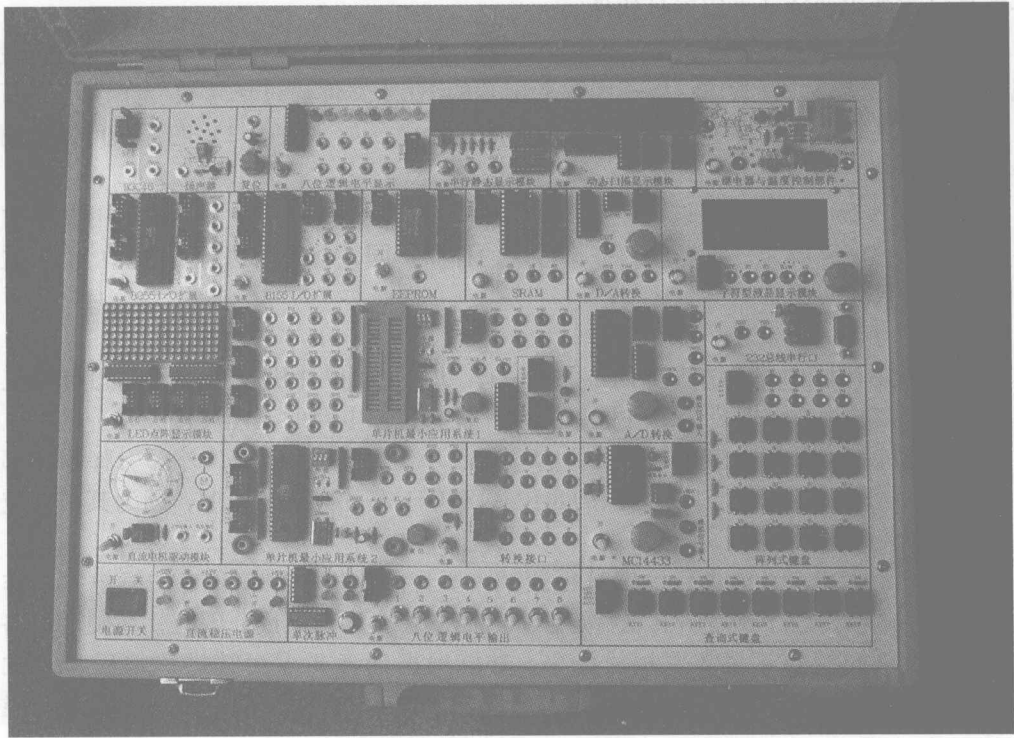
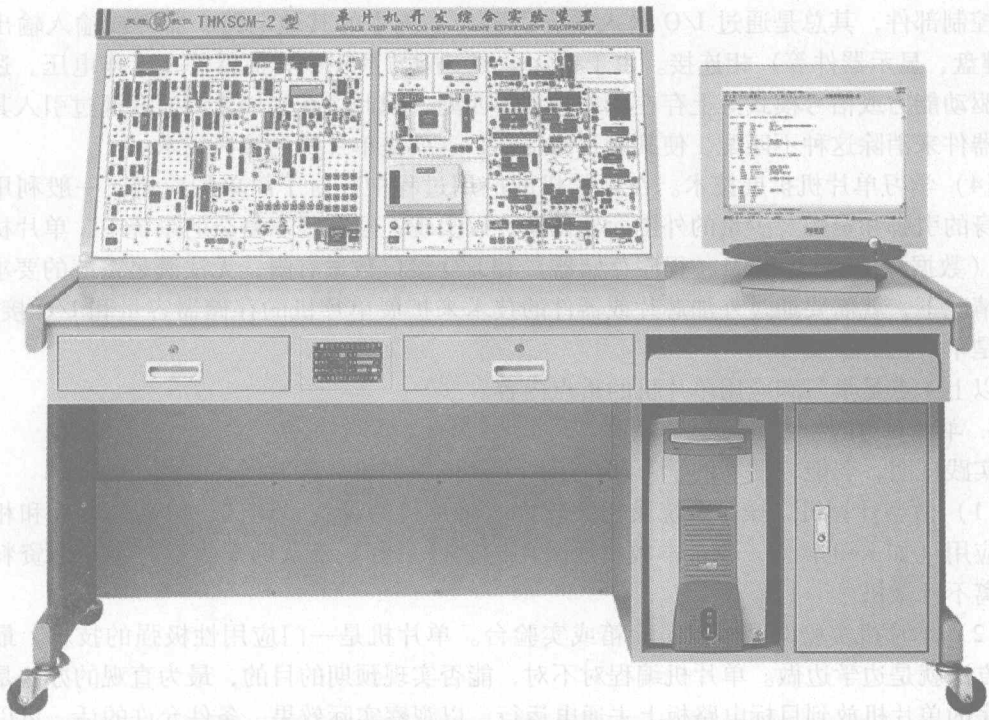

图 1-8 单片机实验箱
图 1-9 单片机实验台
(1) 微型计算机、操作系统及相关软件。单片机的编程、调试、仿真、写片和相关软件的应用(如 Keil 软件, 也是本教材所采用的软件平台) 及从网上收集有关学习资料等通常都离不开微机。
(2) 单片机实验电路板或实验箱或实验台。单片机是一门应用性极强的技术, 最好的学习方法就是边学边做。单片机编程对不对, 能否实现预期的目的, 最为直观的办法是把写有程序的单片机放到目标电路板上通电运行, 以观察实际效果。条件允许的话, 可以选择功能强大和质量可靠的单片机实验箱(见图 1-8) 或实验台(见图 1-9)。